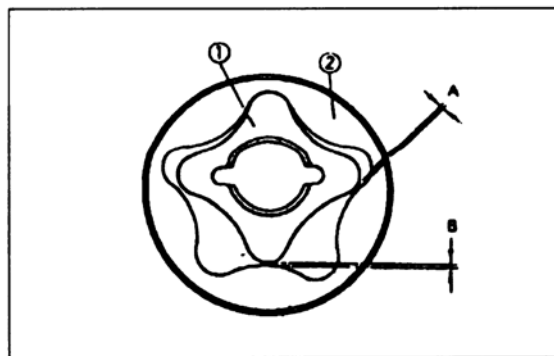

Bild 155
- Bei eingeschalteter Zündung (ON) muss Öldruckkontrolllampe aufleuchten. Falls Lampe nicht aufleuchtet, folgende Prüfung vornehmen:
- Ölpumpe in geöffnetem Zustand mit Fühlerlehre vermessen (Bild 155).